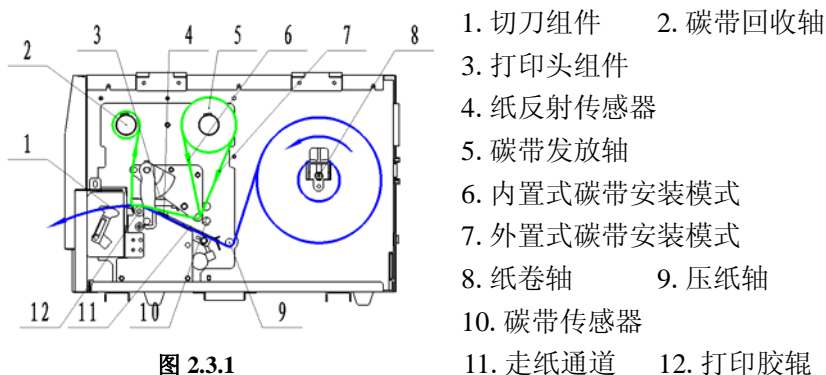

图 2.3.1
参照下图 2.3.1 打开打印机右侧机盖，安装打印介质。
碳带的安装方向如图 2.3.1 所示，按以下步骤安装碳带：
- 1) 将碳带装在碳带发放轴 5 上。先将碳带回收纸轴安装在碳带回收轴 2 上，向后扳动打印头锁紧扳手，抬起打印头组件 3，将碳带从打印头组件下面穿过，拉向碳带回收轴，如图 2.3.1 所示逆时针缠绕在碳带回收轴 2 上。安装碳带过程中应防止碳带起皱或破损；
纸张的安装方向如图 2.3.1 所示，按以下步骤安装打印纸：